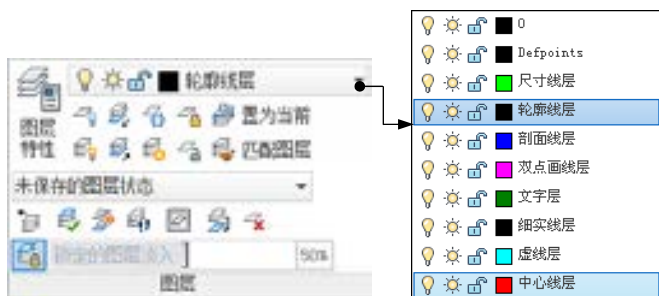

图 3.5.10 “图层”工具栏
Step3. 将图层切换到“中心线层”。单击“图层”工具栏中的下三角箭头按钮。图层工具栏如图 3.5.10 所示，在系统弹出的下拉列表中选择“中心线层”项。